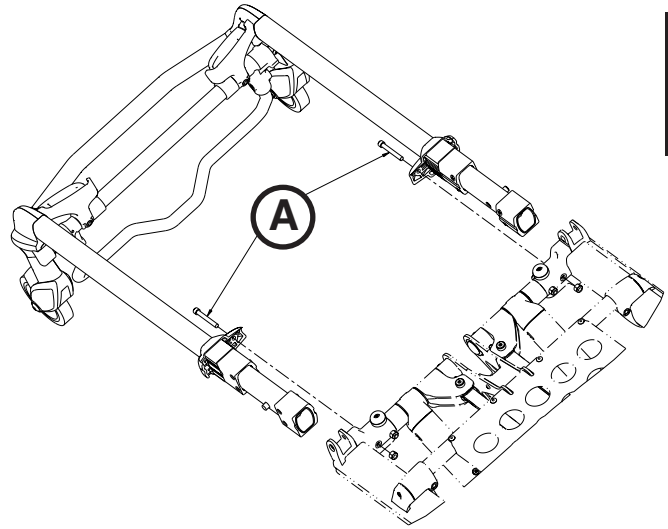

Figure 47
2. A l'aide d'une clé mixte de 7/16 et d'une clé hexagonale de 3/16, retirer les deux vis (A) qui fixent les chapeaux de palier au support d'interface du plan de couchage (une de chaque côté) (Figure 47).